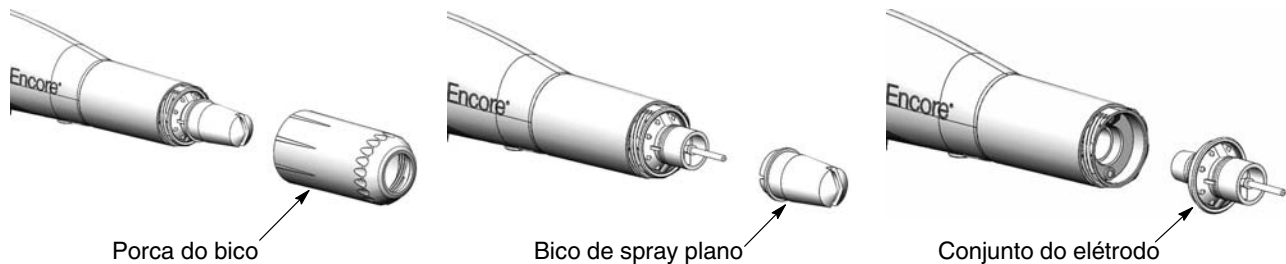

Figura 4-7 Mudança de um bico de spray plano
2. Consulte a figura 4-7. Desenrosque a porca do bico no sentido contrário ao dos ponteiros do relógio.